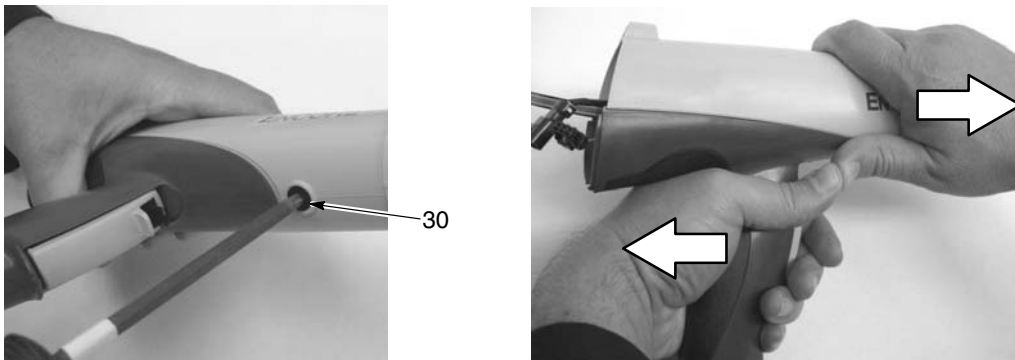

Abb. 6-3 Pistolengehäuse vom Griff trennen
4. Siehe Abb. 6-3. Die schwarze Nyllonschraube (30) vom Pistolengehäuse abnehmen.